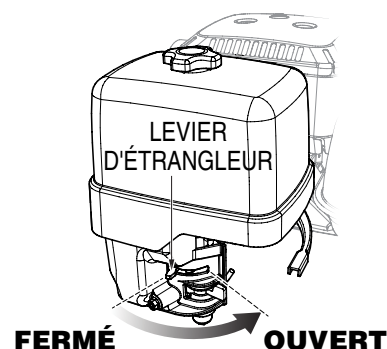

Figure 21. Levier du starter (ouvert)
9. Si le levier d'étranglement a été déplacé à la position **FERMÉE** pour démarrer le moteur, le déplacer progressivement à la position **OUVERTE** (Figure 21) à mesure que le moteur se réchauffe. Si le moteur ne démarre pas, répéter les étapes de 1 à 8.